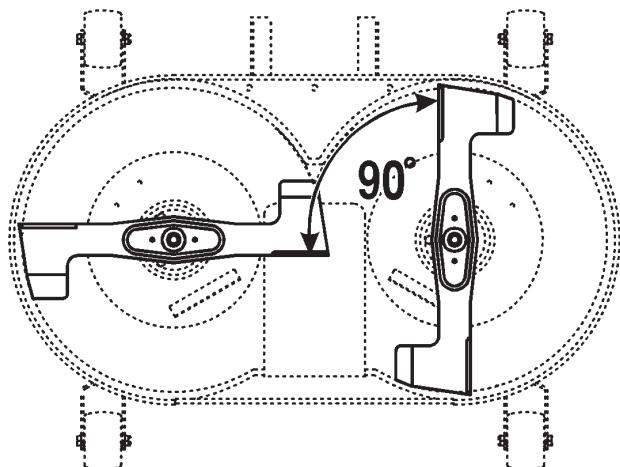

Figure 41
- Placez les lames à 90° l'une de l'autre (Fig. 41).